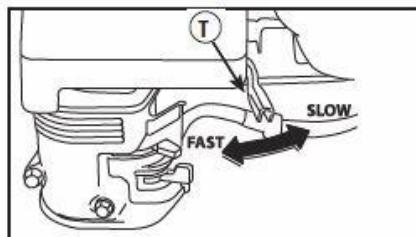

Fig. 13
7. Sitúe la palanca del acelerador (T) en la posición "Rápido" ("Fast"), que se distingue con la figura de un conejo. (See Fig. 13)
2. Mueva el control de la válvula de admission (t) a la posición SLOW (Lento), y luego a la posición STOP (Parada). (See Fig. 13)